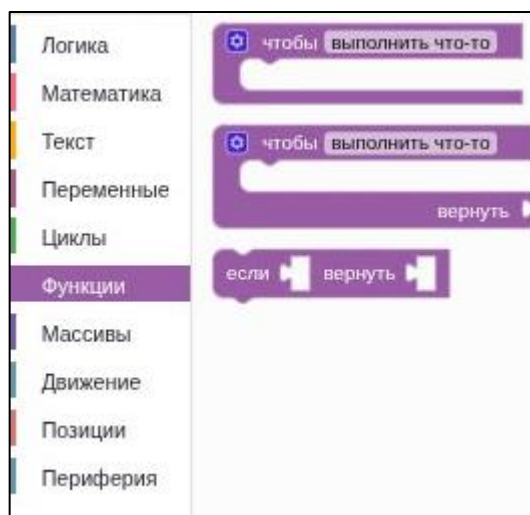

Рисунок II-19 – Раздел «Функции»
- Раздел «Функции» – набор блоков с функциональными командами (см. Рисунок II-19).